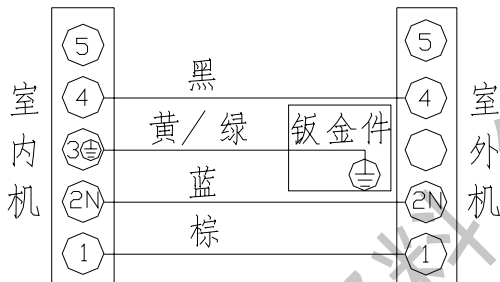

图 16
3. 将机组电源连接线接到对应的端子上(图 16), 并将端子紧固。
- ※ 图 16 若有不详尽之处, 请按空调器上的接线图正确连接线。